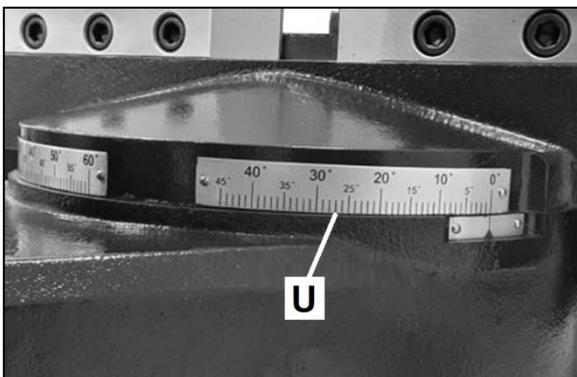

Abb. 8-3: Gehrungsskala
9. Den Sägebügel anhand der Skalenanzeige (U, Abb. 8-3) auf den gewünschten Winkel einstellen.